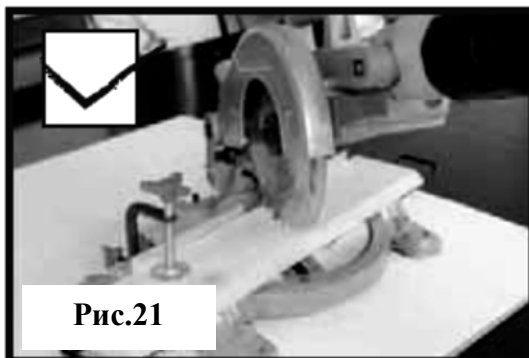

Рис.21
**Как правильно использовать зажим при пилении под углом (рис.21,22)?**